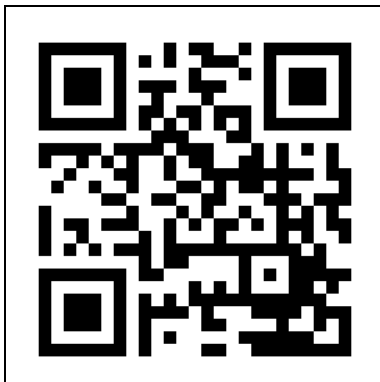

Figura 12
1. Deschideți manualul aplicației Eurom Smart cu codul QR (Figura 12) sau accesați www.eurom.nl/nl/manuals.